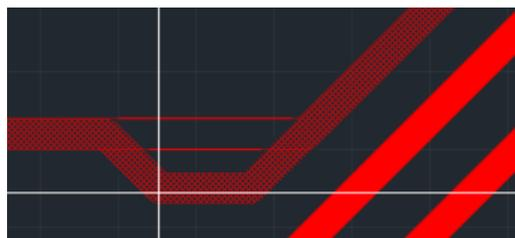

Рис. 321 Сброс ранее заданного скругления
2. Переместите курсор с зажатой кнопкой мыши. Скругление будет сброшено, а геометрия соединения смежных сегментов трека изменена, см. Рис. 321.